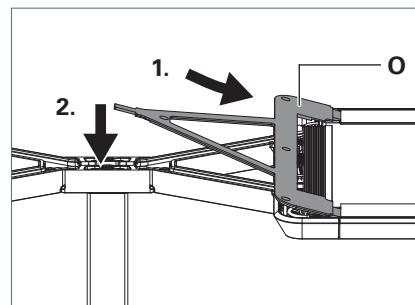

Fig. 19: Monter le recouvrement.
- ▶ Posez le recouvrement **O** avec les trois languettes à l'arrière du recouvrement dans les renflements de la tête du luminaire et appuyez fermement sur le recouvrement, voir Fig. 19.